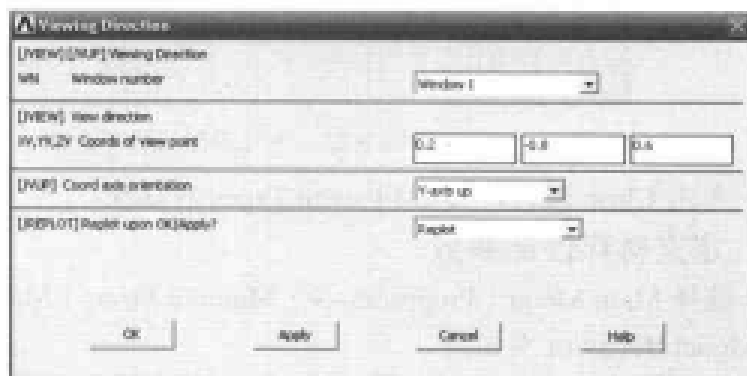

图 9-28 设置视图显示方向对话框
(6) 选择 Utility Menu | PlotCtrls | View Settings | Viewing Direction 命令, 出现 Viewing Direction 对话框, 参照图 9-28 对其进行设置, 单击 OK 按钮关闭该对话框。